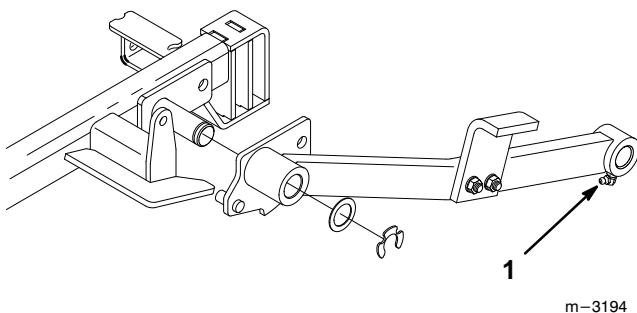

Figure 30
3. Graisser les graisseurs des bras d'attelage (Fig. 30).